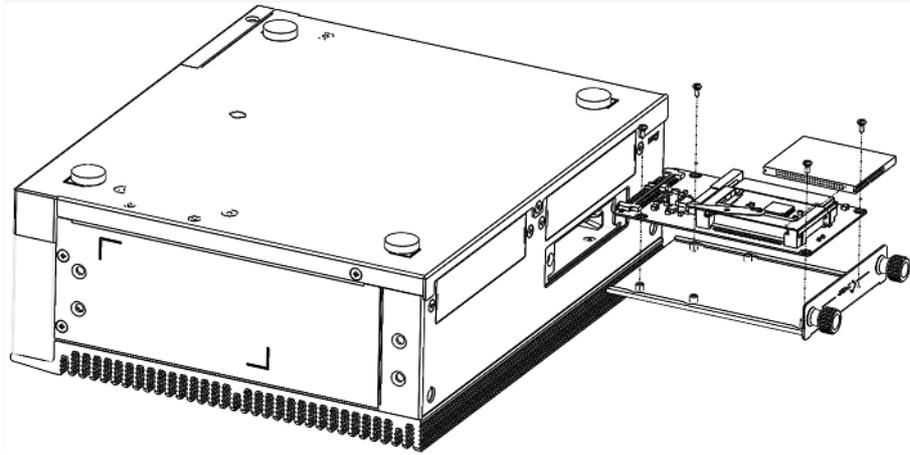

图 3.6: 安装、模组 CFast 卡
2. 按照图 3.6 所示方向将 CFast 卡插入插槽并安装 CFast 加固盖。